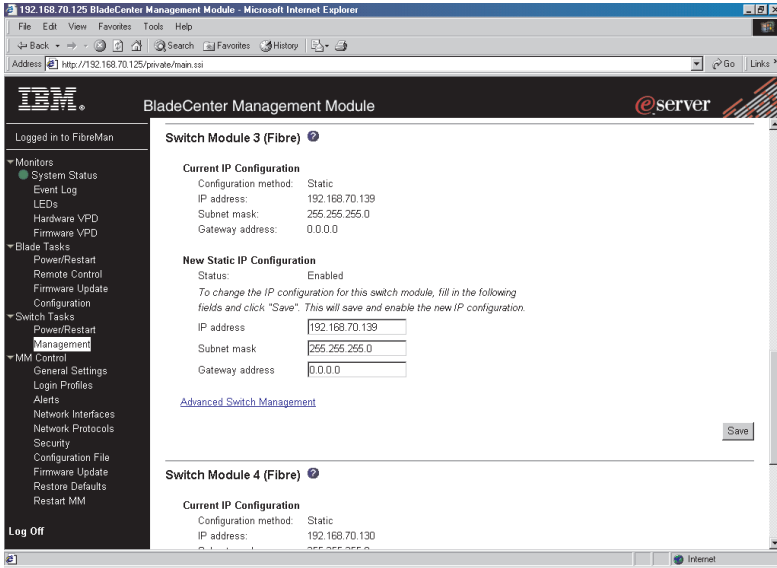

図 12. スイッチ・モジュール 3 を表示する「Switch Management」ウィンドウの例
5. 「Switch Module 3」または「Switch Module 4」のどちらかをクリックしてください。32 ページの図 12 の図のようなウィンドウが開きます。